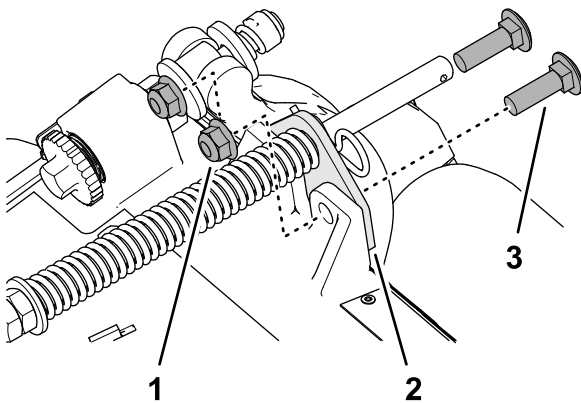

Figura 18
2. Retire las 2 contratuercas con arandela prensada ($\frac{3}{8}$ ") y los 2 pernos de cuello cuadrado ($\frac{3}{8}$ " x $1\frac{1}{4}$ ") que sujetan el soporte del muelle de compensación al bastidor de la unidad de corte (Figura 18).